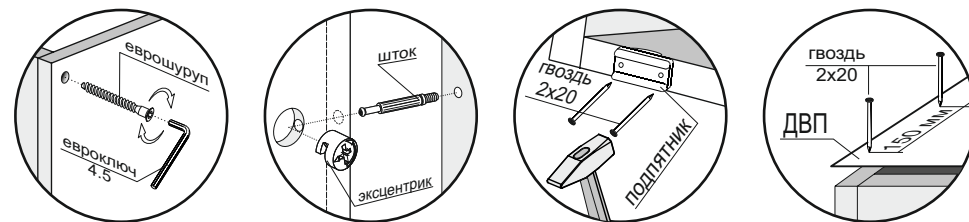

Рис.1
3. К боковинам (2,3) прикрутить направляющие шурупами 4x16 по наметкам (рис. 1).
4. Соединить боковины (2,3) и стяжки (8) с помощью шкантов и еврошурупов. Затем стянуть боковины (1,2,3), стяжки (5,6,7) и цоколи (9) еврошурупами (рис. 1).
5. Перевернуть изделие лицевой частью вниз и замерить диагонали секции (они должны быть равны:  $\pm 2$  мм). Прибить гвоздями 2x20 к боковинам (1,2,3) подпятники и ДВП (13) к задней стенке стола (рис. 1).
7. К собранному изделию монтировать крышу (4) с помощью эксцентриков (рис. 1).